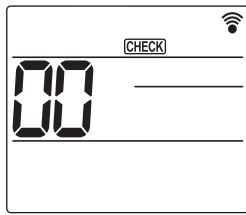

Fig. 6-7
- Pulse el botón **MENU** durante 5 segundos. (Fig. 6-7)